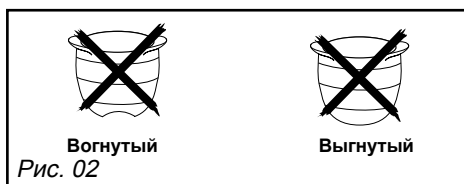

Рис. 02
- *Не пользуйтесь при приготовлении ёмкостями с вогнутым или выгнутым дном (рис. 02).*